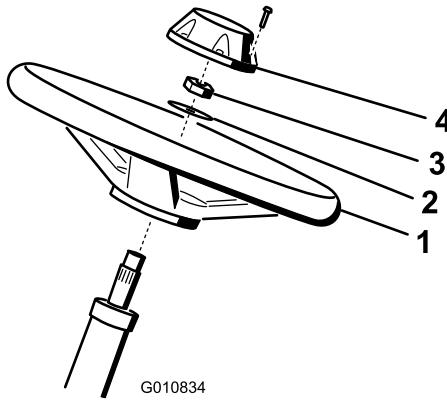

Figura 4
- Collocate il volante sul piantone (Figura 4).
- Collocate la rondella sul piantone (Figura 4).
- Fissate il volante sul piantone per mezzo di un dado di bloccaggio serrato a 27–35 N·m (Figura 4).
4. Montate il coprimozzo sul volante e fissatelo con l'aiuto di 6 bulloni (Figura 4).